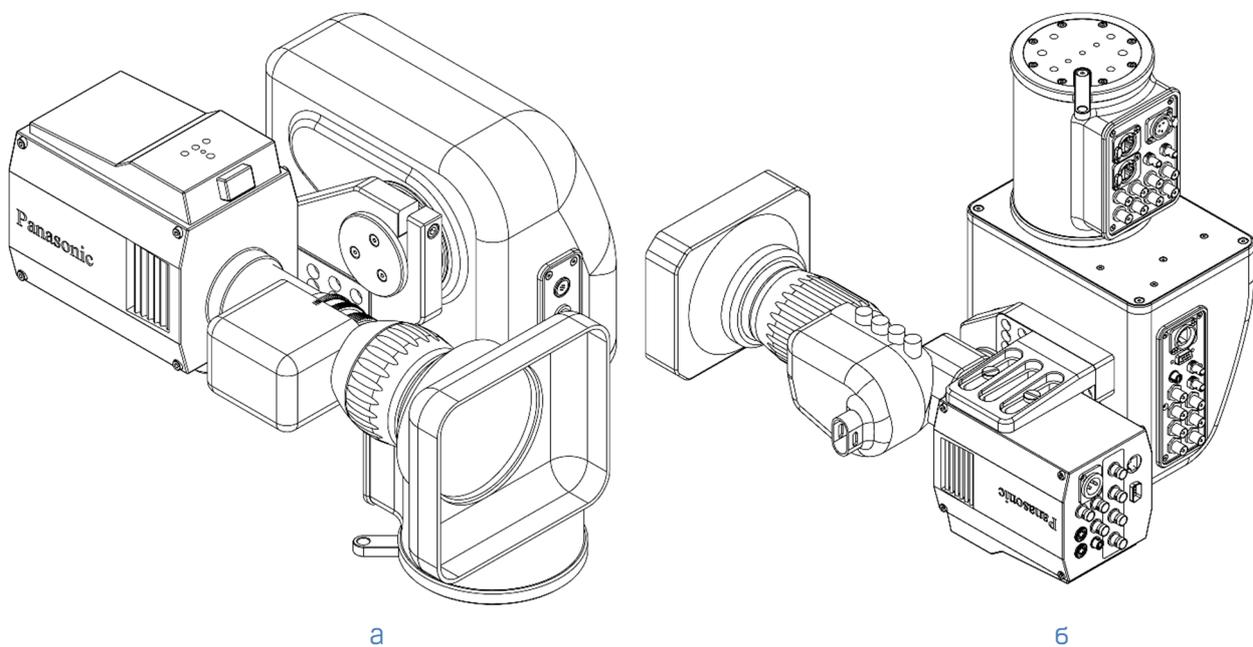

Рис. 17. Монтаж боксовой камеры на «стандартное» крепление камеры
- Для настольного монтажа (Рис.17Рис. а)